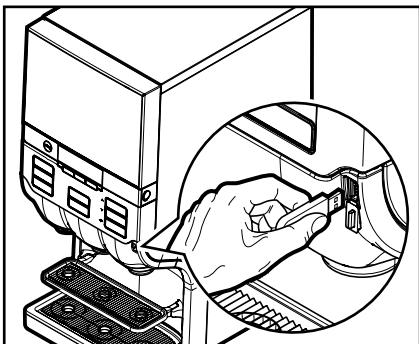

Bild 29
- Sätt i medföljande USB-nyckel i USB-porten på maskinen (bild 29).